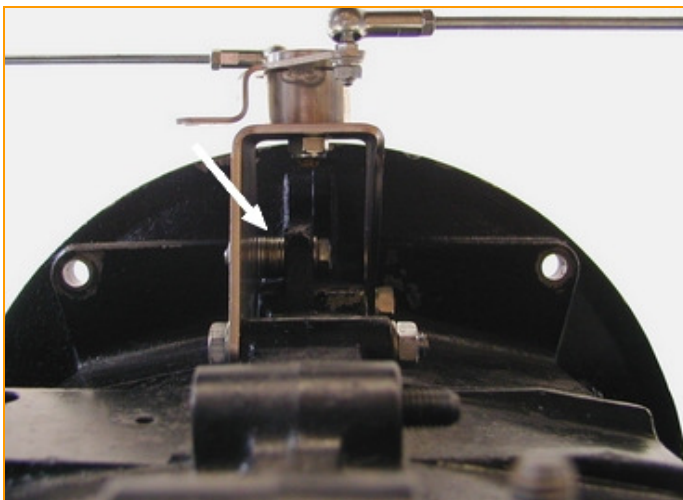

Fig.1
mounting hole (above the front bolt) on the engine block. Next position 5-6 (as required) 8 mm washers on the bolt. The washers must be flush with the lower offset on the housing. (Fig.1)
- Stecken Sie eine M8x35 Schraube durch die freie Montagebohrung (über der vorderen Schraube) des Motorblocks. Setzen Sie anschließend je nach Bedarf 5-6 8mm Scheiben auf die Schraube auf. Die Scheiben müssen mit dem unteren Absatz des Gehäuses bündig sein (Fig.1).